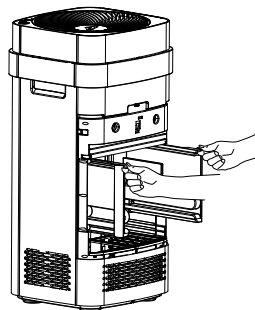

Imagen 9
Abra la cubierta posterior, extraiga el marco de hilos de ionización y las placas colectoras. Saque la funda protectora de goma como se ilustra (Imagen 9).
6. Lave el pre-filtro en agua o límpielo con una aspiradora. Imagen 9.